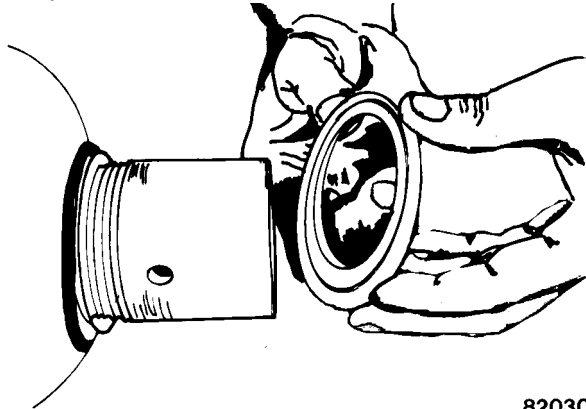

FIGURA 3-15. EXTRACCIÓN DEL ESPACIADOR
2. Retire la tapa (14). Compruebe que se haya liberado el nitrógeno y saque la válvula de carga (11). Retire el tapón de purga (2) del conjunto del puerto hidráulico (1).
3. Utilice una llave de gancho para quitar el anillo de fijación (3) del conjunto del puerto hidráulico. Utilice una llave ajustable en las partes planas del conjunto del puerto hidráulico para evitar que gire.
4. Retire el espaciador (4), como se muestra en la Figura 3-15. Luego, empuje el conjunto del puerto hidráulico en la carcasa.